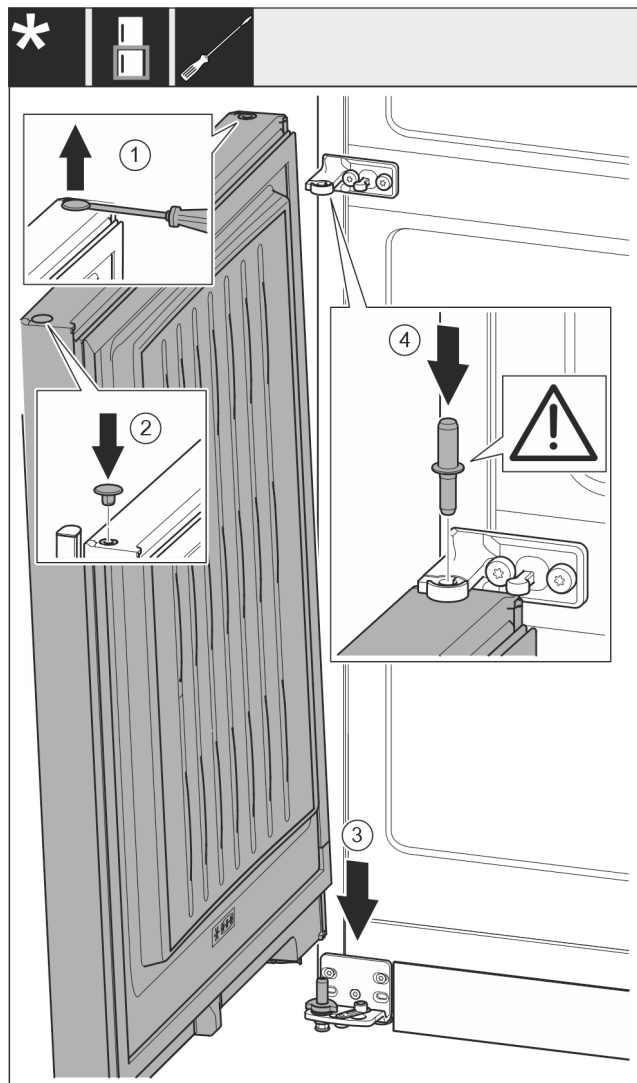

Fig. 29
- ▶ S ploščatim izvijačem previdno dvignite čep in ga izvlecite. Fig. 29 (1)
- ▶ Čep ponovno vstavite na drugi strani vrat. Fig. 29 (2)
- ▶ Vrata od zgoraj nasadite na spodnji ležajni sornik. Fig. 29 (3)
- ▶ Ležajni sornik na sredini vstavite skozi ležajni podstavek na sredini v vodilo spodnjih vrat. Pri tem pazite na to, da je zaskočni zapah obrnjen nazaj. Fig. 29 (4)